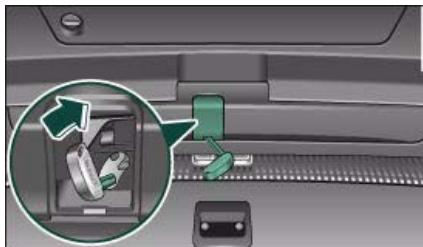

Fig. 32 Detalle del maletero: Acceso al desbloqueo de emergencia
- Levante la cubierta haciendo palanca con la llave de emergencia ⇒ fig. 32.